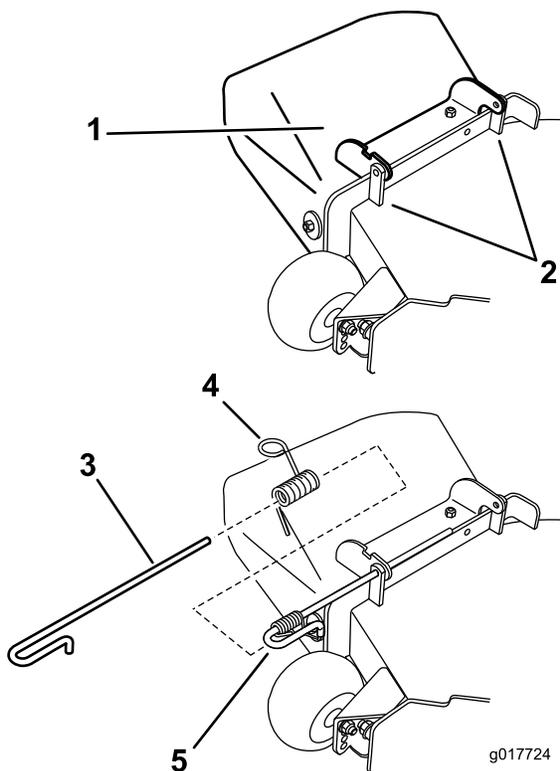

Figure 75
1. Désengagez le ressort du cran dans le support de déflecteur et sortez la tige des supports soudés du tablier, du ressort et du déflecteur d'éjection (Figure 75).
3. Positionnez le nouveau déflecteur d'éjection en plaçant les extrémités du support entre les supports soudés du tablier, comme illustré à la Figure 75.
4. Montez le ressort sur l'extrémité droite de la tige. Positionnez le ressort sur la tige comme montré à la Figure 75, de sorte que l'extrémité la plus courte du ressort sorte du dessous de la tige avant le coude et passe par-dessus la tige à son retour.